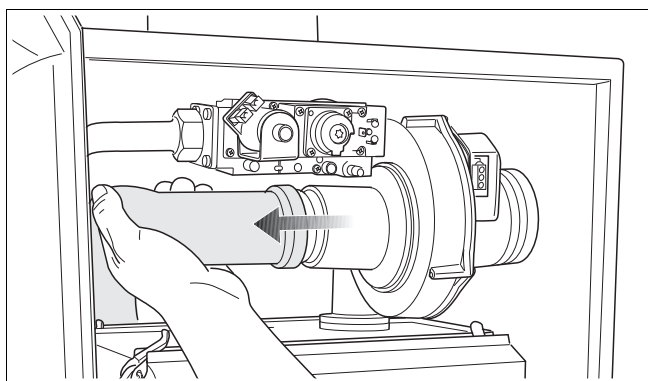

Bild 110 Dra bort luftinsugningsröret från fläkten
- Dra bort luftinsugningsröret från fläkten (bild 110).